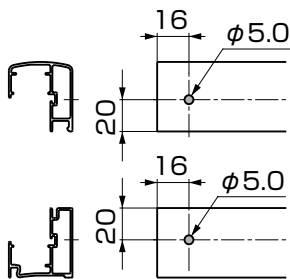

図1-2 上棧、下棧
②切断した上棧、下棧にφ5.0の孔をあけてください。(図1-2参照)